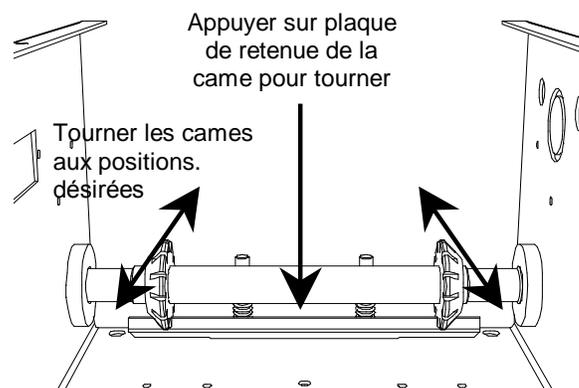

Figure 10 Réglage des cames d'interrupteurs de fin de course
3. Enfoncez la plaque de retenue des cames et tournez la came *Open* (Figure 10).